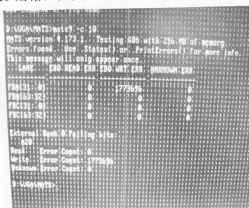

图 5-80 A20 报错
(3) 测试结果显示 A20 出错, 如图 5-80 所示。